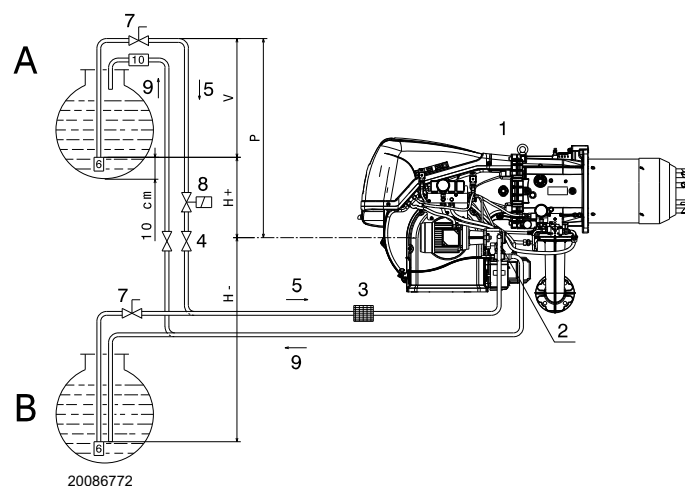

Fig. 23
**Cuve située plus haut que le brûleur A (Fig. 23)**
**Cuve située plus bas que le brûleur B (Fig. 23)**
**Légende (Fig. 23)**